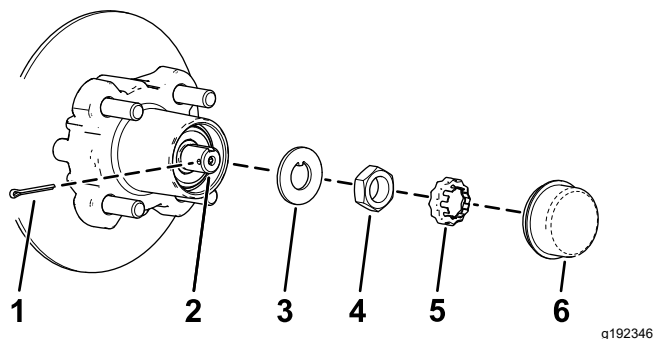
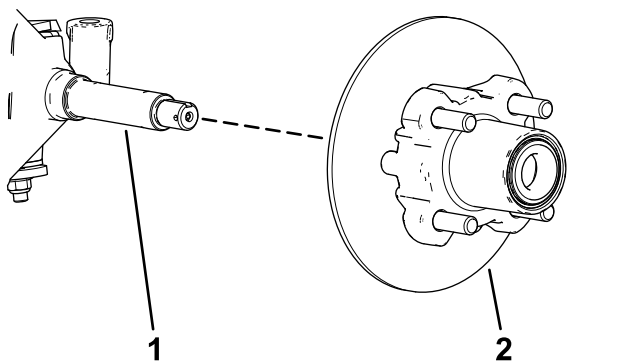

Figure 31
Figure 32
- Retirez le couvre-moyeu du moyeu (Figure 31).
- Retirez la goupille fendue et le frein d'écrou de la fusée et de son écrou (Figure 31).
- Enlevez l'écrou de la fusée, et séparez l'ensemble moyeu et rotor de la fusée (Figure 31 et Figure 32).